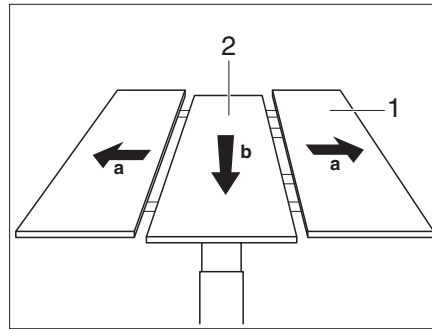

Fig. 99 Relever la partie médiane
- Ecarter l'une de l'autre les parties extérieures (Fig. 99,1) de la table.
- Presser la partie médiane (Fig. 99,2) de la table fortement vers le bas. La partie médiane est poussée vers le haut par la force du ressort.
- Presser la partie médiane (Fig. 99,2) de la table fortement vers le bas. La partie médiane se verrouille dans la position inférieure.